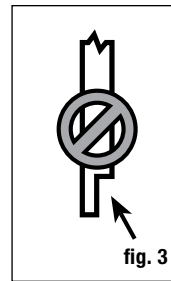

fig. 3
Paso 2 Instale los postes de barandal antes de instalar las tablas de la terraza. Postes para barandal de 10.2 x 10.2 cm (4x4 pulg.) de cedro o pino tratado a presión, o una montura para postes, ofrecen la fuerza estructural para el barandal. La longitud de cada poste se determina por el total del ancho de la viga (generalmente 18.4 cm (7-1/4 pulg.)) + el grosor de la terraza (2.5 cm (1 pulg.)) + la altura del barandal (91.4 cm (36 pulg.)) + el espacio para el tope del poste (3.2 cm (1-1/4 pulg.)) = 115.5 cm (45-1/2 pulg.). **Importante: No haga muescas en los postes de barandal de 10.2 x 10.2 cm (4x4 pulg.). Las muescas reducirán la fuerza del poste y podrían causar el colapso o falla del barandal (fig. 3).**
Importante: No haga muescas en los postes de barandal de 10.2 x 10.2 cm (4x4 pulg.). Las muescas reducirán la fuerza del poste y podrían causar el colapso o falla del barandal (fig. 3).